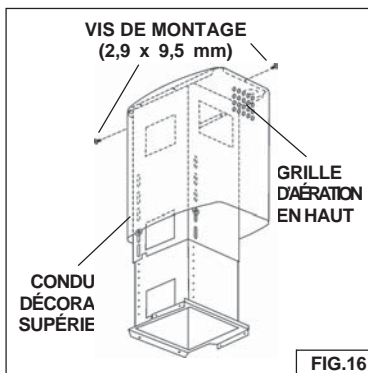

FIG.16
Fixer la structure de support avec les (2) vis de montage de 2,9 x 9,5 mm. Fig. 16.